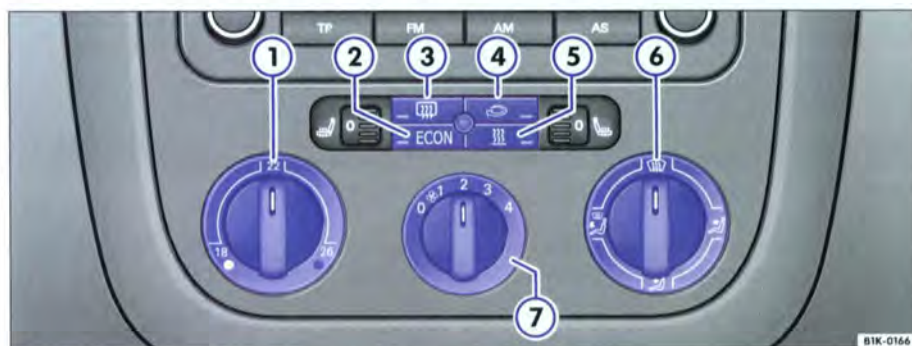

Fig. 86 Dans la console centrale : éléments de commande du Climatic
- Tournez le régulateur de température ⇒ fig. 86 ① pour régler la température
- Appuyez sur la touche \Rightarrow page 90, fig. 86 pour désactiver le mode ECON et, par conséquent, activer le système de réfrigération. Le témoin intégré à la touche ne doit *pas* s'allumer.